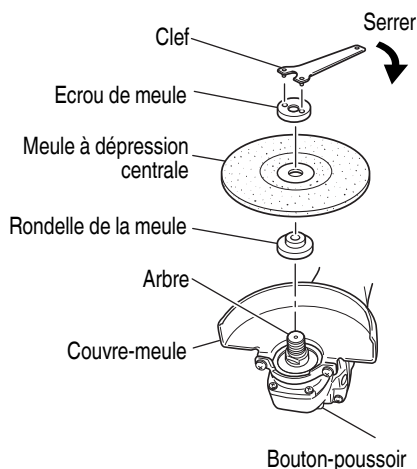

Fig. 9
- Tout en poussant sur la bouton-poussoir avec une main, verrouiller l'arbre en tournant doucement la meule à dépression centrale avec l'autre main. Serrer l'écrou de meule en utilisant la clef fournie comme montré sur la Fig. 9.